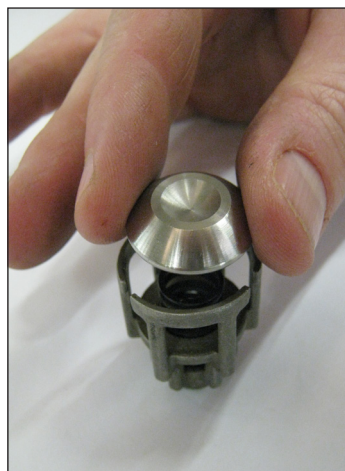
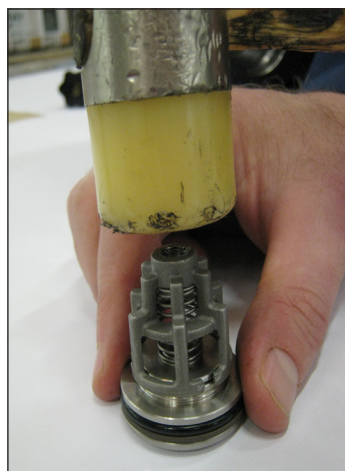

Fig. 24
Fig. 25
**1 Durante el ensamblaje de los grupos de válvula de aspiración y envío (Fig. 24 - Fig. 25), no invertir los muelles de aspiración con aquellos de envío desmontados anteriormente:**